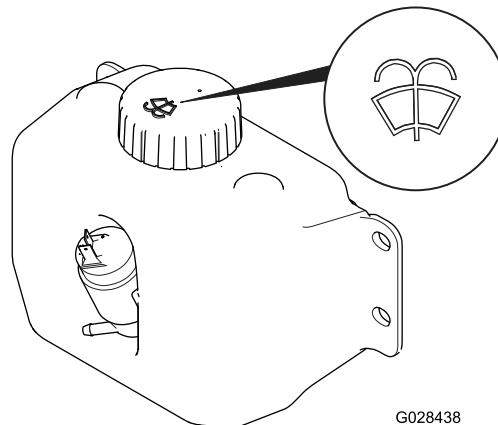

Рисунок 51
3. Найдите бачок стеклоомывателя (Рисунок 51).